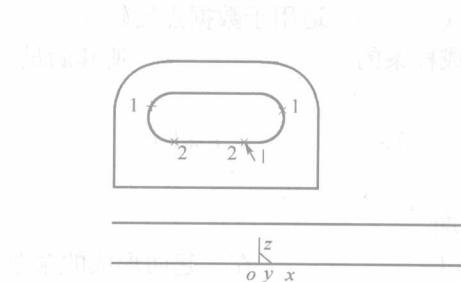

图 2-7 过渡操作
(9) 在等距线立即菜单中设置距离为16，拾取直线P2的等距线，选择等距方向向下，生成等距线。
(10) 单击“曲线过渡”按钮 F ，在立即菜单中选择“尖角”过渡方式，拾取需过渡曲线，完成的结果如图2-7所示。